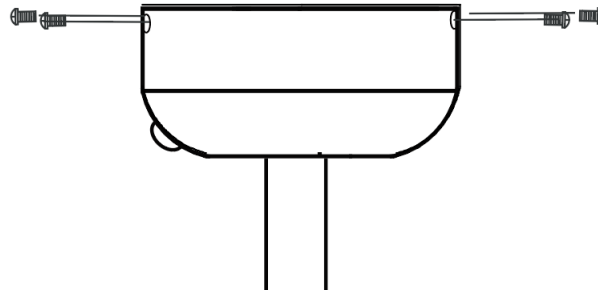

Fig. 12
- Coprire la staffa di supporto con la calotta. Assicurarsi che tutti i fili elettrici siano nascosti all'interno della calotta e che i fili non subiscano danni durante questa operazione. Fissare la calotta alla staffa con le viti fornite (Fig. 12)